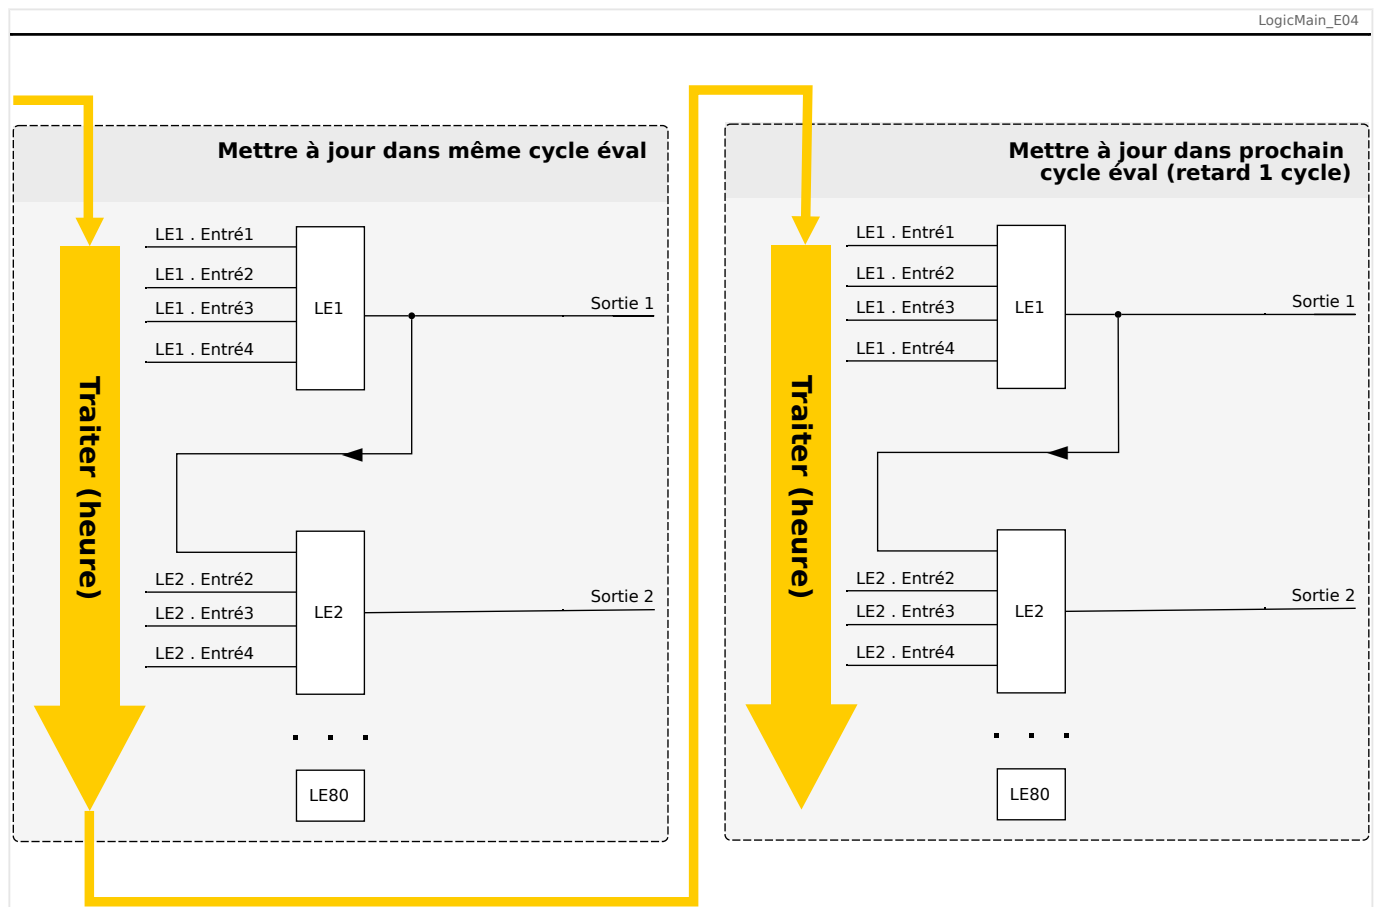
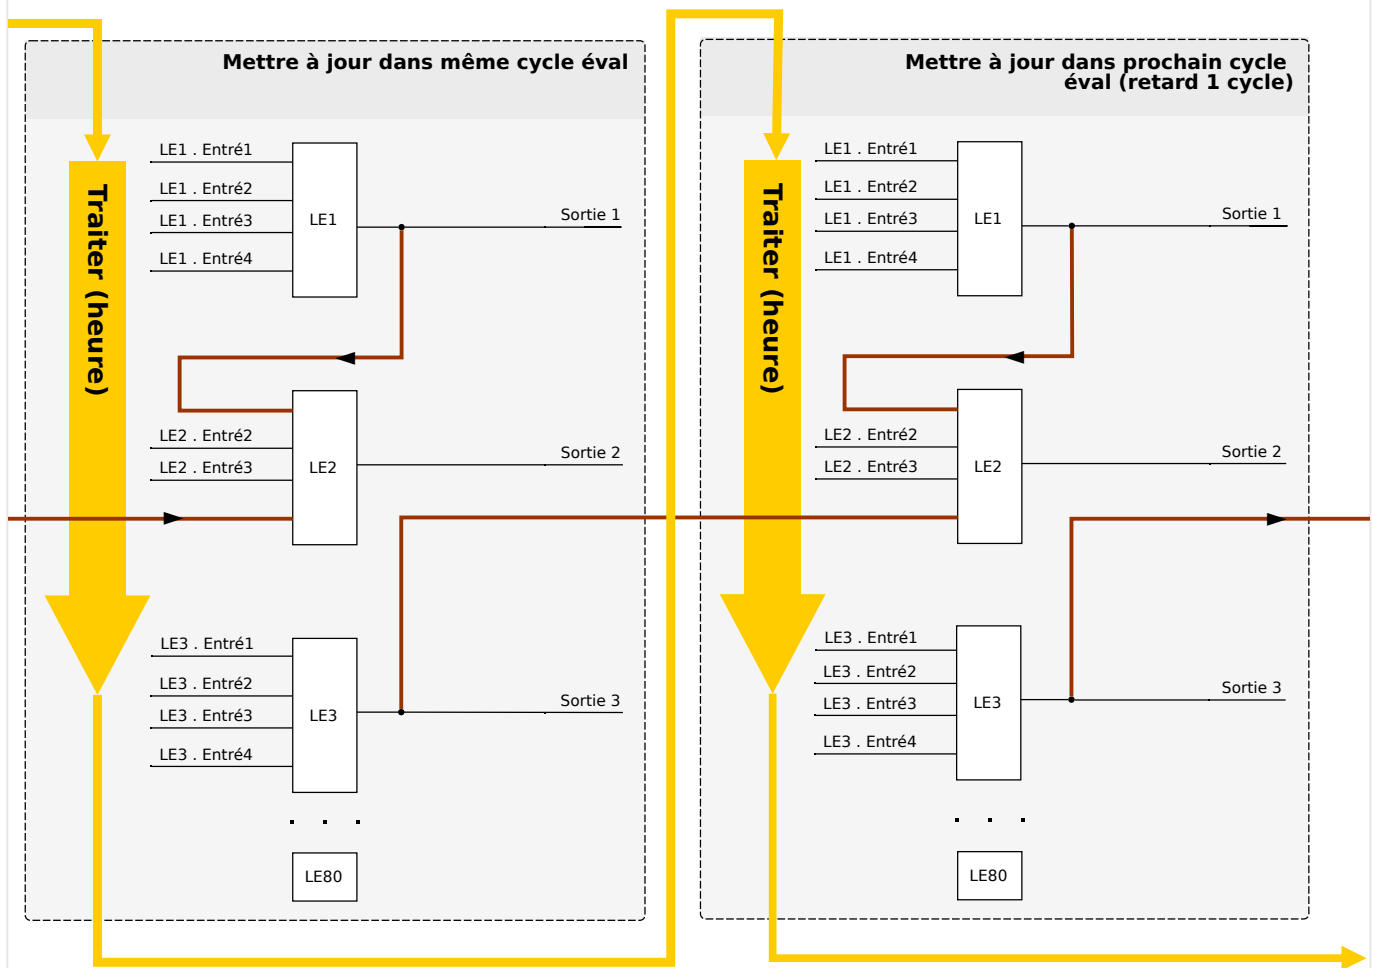

Fig. 76: En cascade ordre croissant.
Fig. 77: En cascade ordre décroissant.
- Dans une séquence **ascendante**, certaines sorties sont injectées en entrée dans une équation logique portant un numéro **plus élevé**. Par exemple, le schéma  Fig. 76 ci-dessous indique que le résultat de l'équation logique LE1 est utilisé en tant qu'entrée de l'équation logique LE2.
- Dans une séquence **descendante**, certaines sorties sont injectées en entrée dans une équation logique portant un numéro **plus bas**. Par exemple, le schéma  Fig. 77 indique que le résultat de l'équation logique LE3 est utilisé en tant qu'entrée de l'équation logique LE2.
Les séquences ascendantes et descendantes peuvent être utilisées et combinées les unes avec les autres, sans différence immédiate. Toutefois, en raison de l'évaluation de toutes les équations par ordre ascendant, les valeurs de temps de fonctionnement réelles qui sont injectées en entrée d'une équation auront un « âge » différent, comme on peut le voir dans  Fig. 76 et  Fig. 77 ci-dessous.
Dans l'exemple présenté dans  Fig. 77 ci-dessus, l'équation logique « 2 » utilise les états de sortie de deux autres équations, les équations logiques « 1 » et « 3 ». Le résultat de l'équation logique « 1 » est utilisé dans l'ordre ascendant. Il a par conséquent été évalué au cours du même cycle de traitement. Le résultat de l'équation logique « 3 » est utilisé dans l'ordre descendant. Il a par conséquent été évalué au cours du cycle de traitement précédent.